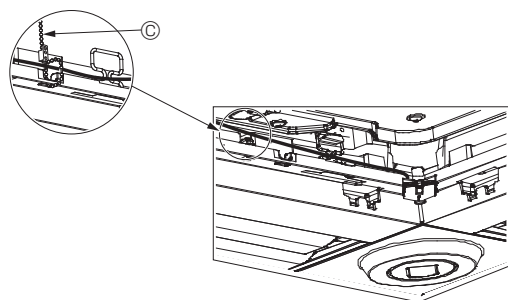

Fig. 10-12
- i-See-Sensor- und Signalempfängerkabel mit dem Kabelbinder so an der Platte sichern (siehe Abbildung), dass kein Kabel durchhängt und dann das überstehende Kabelbinderende abschneiden. (Fig. 10-12)
- Wenn die Position des i-See-Sensors von "o" (E) auf "□" (F) geändert worden ist, ebenfalls die Funktionseinstellungen ändern. (Siehe Seite 28.)